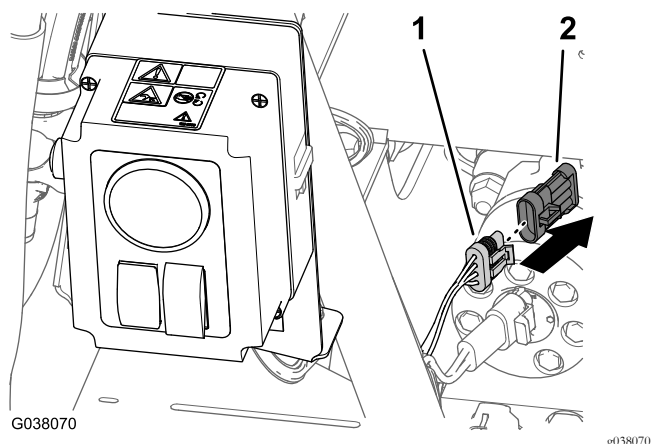

Figura 118
1. Na traseira da máquina, retire o tampão do conector de quatro tomadas da cablagem traseira rotulado HOSE REEL (Figura 118).